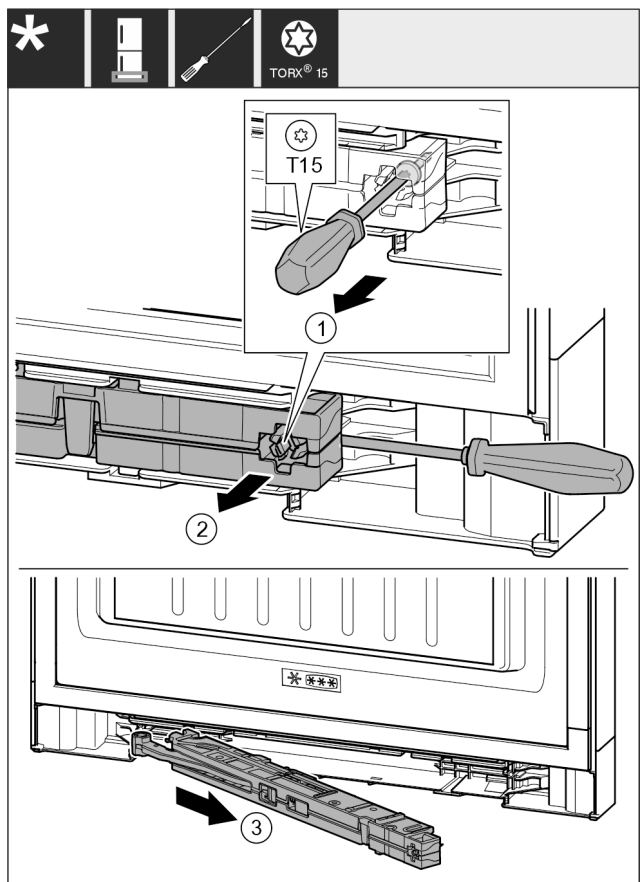

Fig. 19
▶ 用螺丝刀将关门阻尼单元上的螺钉 Fig. 19 (1)松开 14 mm。
▶ 用螺丝刀在手柄侧向前推动关门阻尼单元 Fig. 19 (2)。
▶ 拉出关门阻尼单元 Fig. 19 (3)。